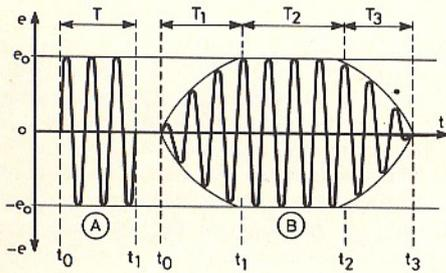

Figure 6
A la figure 6 A, on donne un exemple de signal apparaissant et disparaissant brusquement. En effet, au temps $t = t_0$, l'exécutant actionne la touche de son instrument pour produire la note désirée. Si le système de contact est de bonne qualité, la note apparaît brusquement et son amplitude passe en un temps théoriquement nul, à $e = e_0$ volts (2 e. crête à crête).
Lorsqu'on munit le dispositif de transmission du signal vers la sortie d'un circuit de retard de l'effet de contact et de coupure, le signal produit prend la forme indiquée en (B) de la figure 6.
de la masse et Q_4 est bloqué. Dès que S_1 est mis en position 2, C_3 est mis en contact avec P_2 et ce condensateur se charge à travers P_2 . La tension du point D devient de plus en plus positive par rapport à la ligne négative et la base est rendue aussi, de plus en plus positive. Q_4 est alors conducteur. Son gain passe de zéro à une certaine valeur, d'une manière progressive, ce qui correspond (voir figure 6 B) à un temps de montée T_1 , fonction directe du produit de C_3 par la valeur de P_2 .